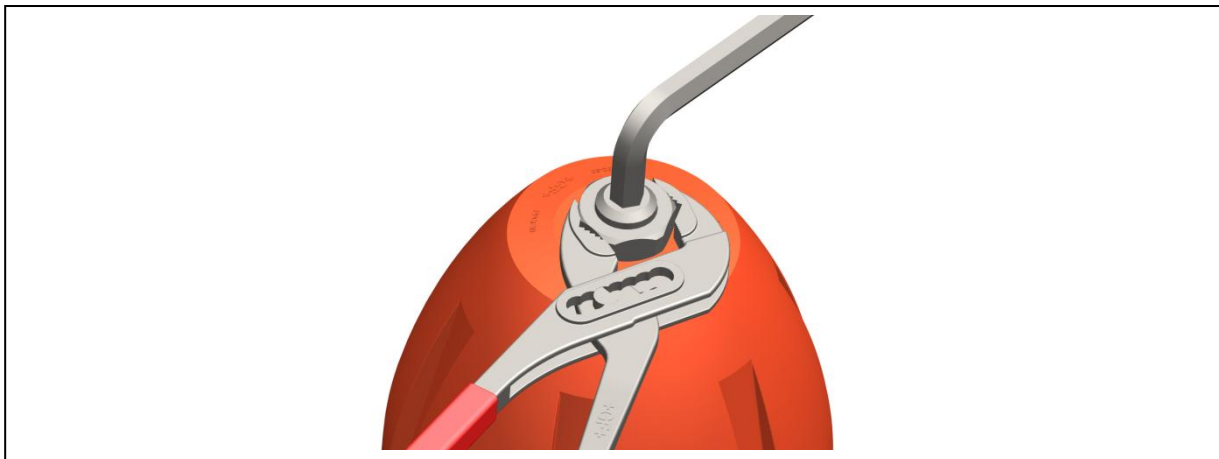

Fig. 6
- Fijar el husillo con una llave Allen y al mismo tiempo apretar las tuercas de bloqueo con la herramienta correspondiente, ver la fig. 6